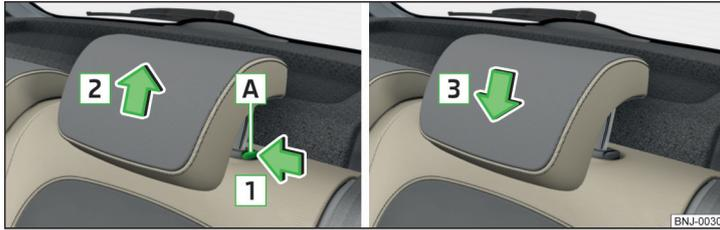

Fig. 60 Retirar/aplicar o apoio de cabeça
- ▶ Manter pressionado o botão de segurança **A** no sentido da seta **1**, e remover o apoio no sentido da seta **2** » Fig. 60.